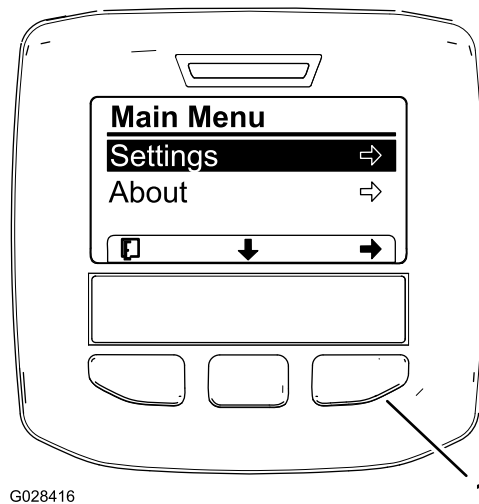

Рисунок 20
3. Нажмите среднюю кнопку выбора, чтобы получить доступ к главному меню (Рисунок 20).
- Сохраните выбранный вариант, нажав левую кнопку выбора, выйдите из меню Settings (Настройки) и возвратитесь в Main Menu (Главное меню) (Рисунок 20).
9. Нажмите левую кнопку выбора, чтобы выйти из меню Settings (Настройки) и возвратиться в Main Menu (Главное меню) (Рисунок 20 и Рисунок 22).